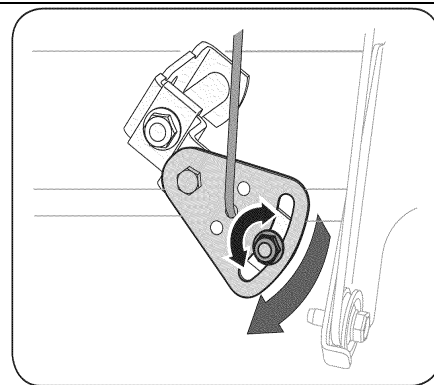

Рис. 24
2. Ослабьте шестигранную гайку на поворотном кронштейне троса переключения скоростей (См. Рис. 24);